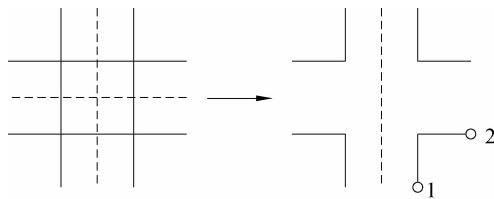

图 4-10 “十字打开”工具
(2) 十字打开:用于在两条多线之间创建打开的十字交点。可以打断第一条多线的所有元素和第二条多线的外部元素,如图 4-10 所示。